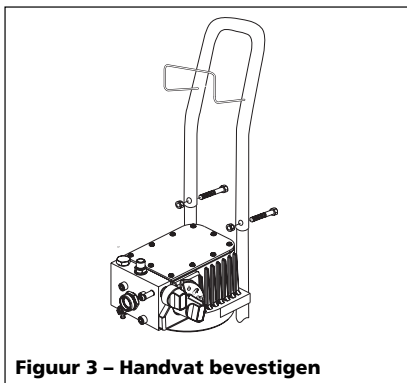

Figuur 1 – As bevestigen
2. Zet de pomp rechtop en houd hem stevig vast. Bevestig de as aan de poten van het karretje door de vooraf gemonteerde bouten in de gaten van de poten te steken. Draai een 1/4-inch-20-moer op elke bout. Gebruik de 7/16-inch-steeksleutel om de bouten aan te draaien (zie Figuur 1).